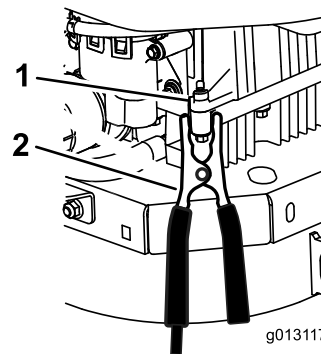

Figure 71
6. Faites la dernière connexion sur le bloc moteur de la machine en panne (pas à la borne négative de la batterie) loin de la batterie et reculez-vous (Figure 71).